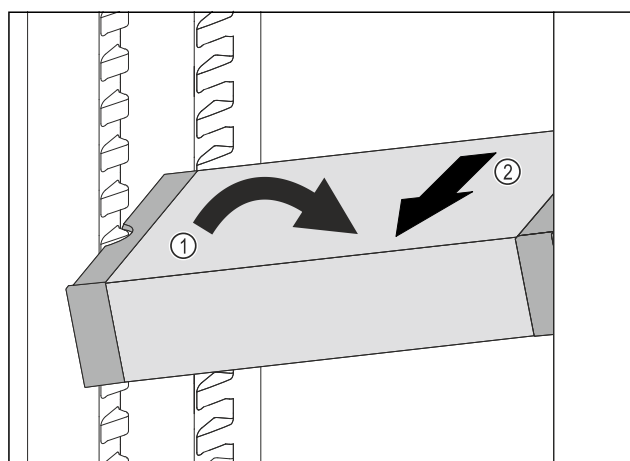

Fig. 108
- ▶ VarioSafe postavte v chladničce šikmo. Fig. 108 (1)
- ▶ VarioSafe odeberte směrem dopředu. Fig. 108 (2)